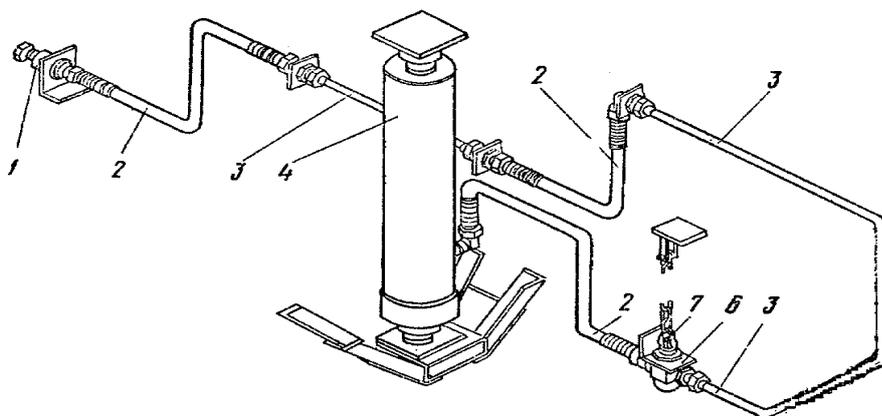
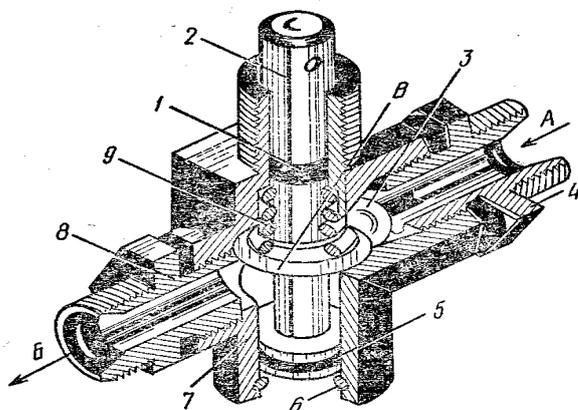

Рис.12. Схема соединений гидравлическая.
Рис.15. Кран ограничения угла опрокидывания платформы.
5.7. **Схема соединений гидравлическая** (рис.12). Гидросистема опрокидывающего механизма служит для подъема платформы полуприцепа при разгрузке. Состоит из разрывной муфты 1, гибких шлангов 2, гидроцилиндра 4, трубок 3, крана ограничения угла опрокидывания платформы 6, цепи 7.
5.7.3. Кран ограничения угла опрокидывания платформы (рис.15) предназначен для ограничения угла наклона платформы полуприцепа при разгрузке на сторону.
При достижении угла подъема цепь 7 (см. рис.12) поднимает поршень 2 в верхнее положение. Буртик «В» (рис.15) освобождает шарик 3, который садится на свое седло и прекращает подачу масла в гидроцилиндр прицепа. Подъем платформы прекращается.
Величина угла подъема регулируется длиной цепи 7 (рис.12), для платформы с основными и надставными бортами при свале груза на боковые стороны на 50° длина цепи должна быть 900 мм.